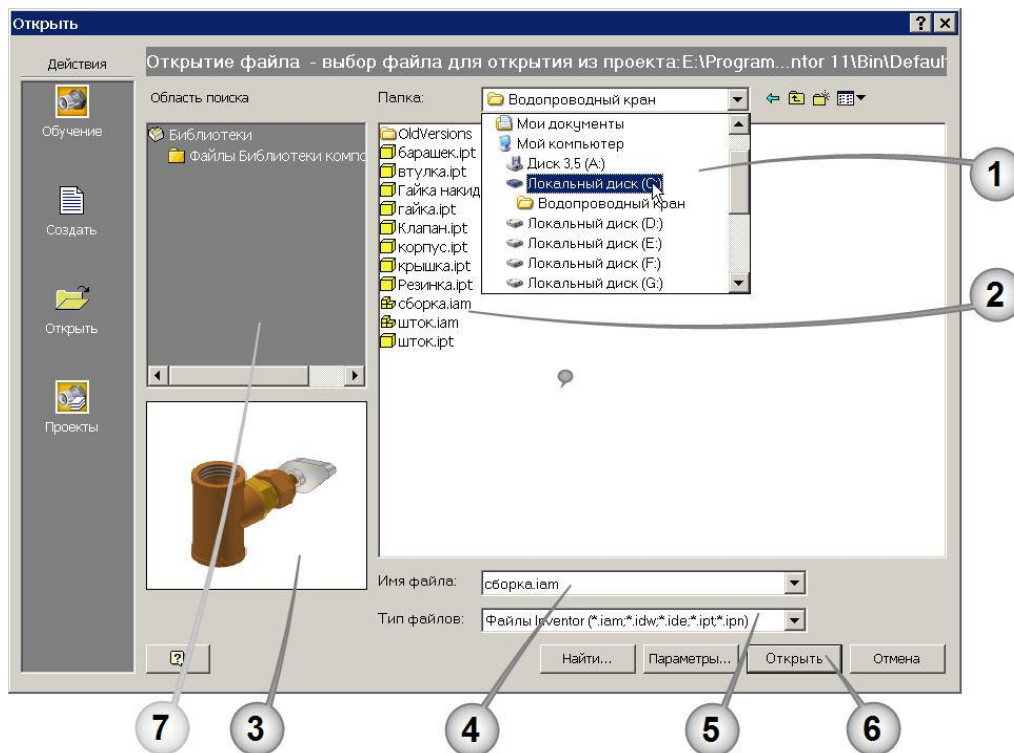

Рис. 8. Окно **Открыть** в режиме открытия ранее созданного файла:
При нажатии на кнопку **Создать** левая часть окна **Открыть** принимает вид показанный на рис. 8. В данном режиме производится загрузка в Inventor ранее созданного файла проекта, а также осуществляется поиск необходимых файлов. Для открытия нужного файла с помощью окна 1 находим папку с файлами проекта. С помощью курсора указываем в списке на файл который собираемся открывать в программе и два раза щелкаем левой кнопкой мыши или по кнопке **Открыть** на панели 6.
**Упражнение 3.** В окне **Открыть** щелкните левой клавишей мыши по иконке **Открыть** панели **Действия**. В окне 1 (рис. 8) найдите папку с готовыми файлами проекта. Папка расположена по адресу